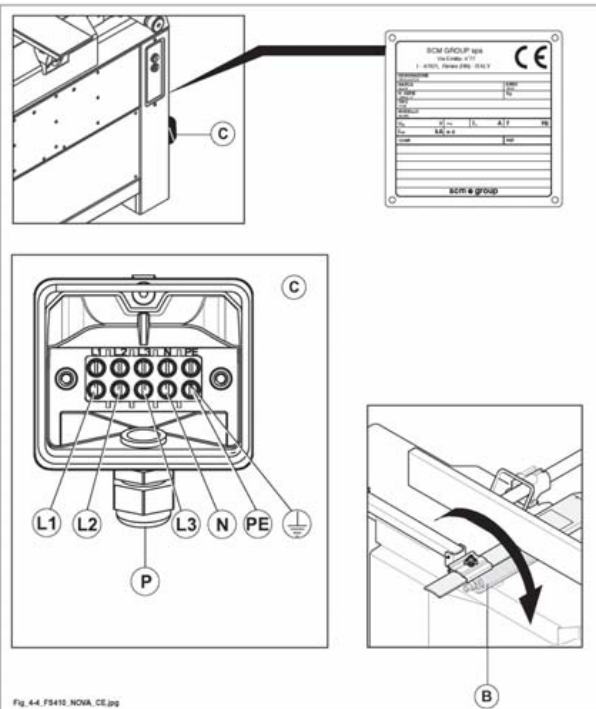

Fig. 4.4
- togliere il coperchio della morsettiere elettrica (C fig. 4.4);
- inserire il cavo di alimentazione, nell'apposito pressacavo (P fig. 4.4);
- collegare le 3 fasi del cavo elettrico ai morsetti L1-L2-L3 (fig. 4.4);
- collegare il cavo neutro, se presente, al morsetto (N fig. 4.4);
- rimontare il coperchio della morsettiere elettrica (C fig. 4.4);
- serrare con cura il pressacavo (P fig. 4.4).